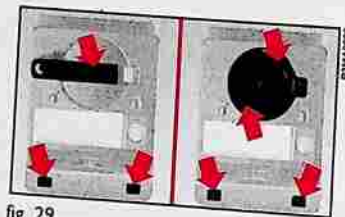

fig. 29
- 1) Dévisser la vis de fixation fig. 29 et extraire la manivelle du toit ouvrant.